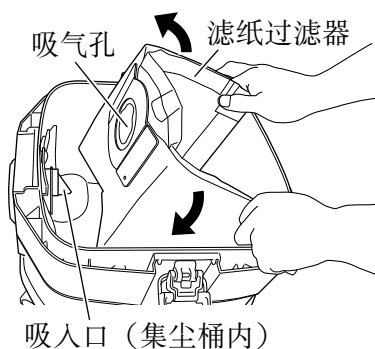

图 29
(1) 水平打开滤纸过滤器, 使滤纸过滤器的吸气孔在集尘桶上方。(参照图 29)